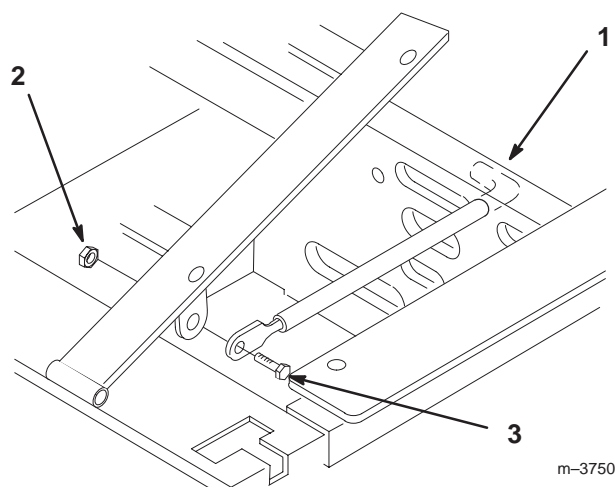

Figure 3
1. Basculez le siège en avant. Enlevez le contre-écrou (5/16") qui est vissé sur le boulon fixant la tige sur l'armature du siège (Fig. 3).
2. Retirez la tige du siège et insérez l'extrémité en L dans le trou situé juste au-dessus du côté gauche de la pompe hydraulique (Fig. 3).
3. Placez la tige à l'extérieur de la patte de montage de l'armature du siège et fixez-la en place à l'aide d'un boulon (5/16 x 1") et d'un contre-écrou (5/16") (Fig. 3).